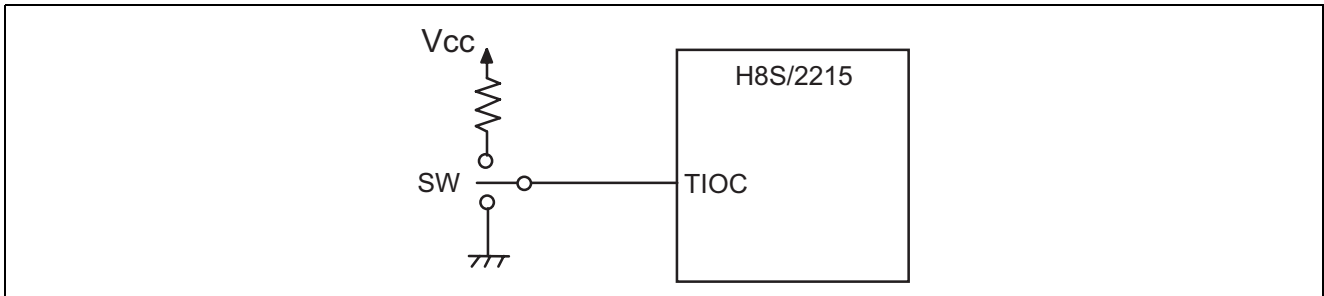

図1 TPU インプットキャプチャへの入力例
- 図1に示すように、16ビットタイマパルスユニットのインプットキャプチャ機能は、TIOCA 端子 (35pin) へエッジ信号を入力する事により、TCNT 値を TGR に転送します。